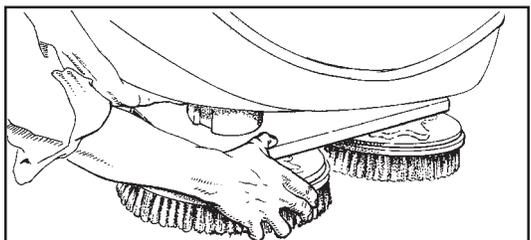

Figure 17
6. Placez une brosse ou un porte-disque sous la plaque motrice de la brosse. Voir figure 17.